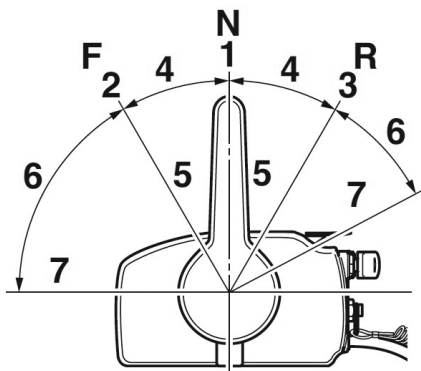

Рис. 20 Положения рычага управления (вид слева)
Положения рычага управления представлены на Рис. 20.
5. Установите рычаг управления в нейтральное положение «N» (Рис. 20).